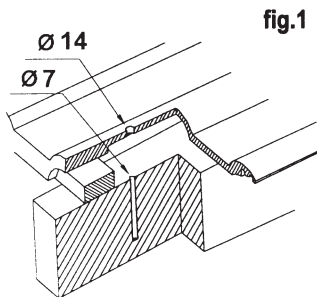

fig.1
- Accoppiare tubolari 1 con la vite a brugola 7 e i dadi esagonali di sicurezza 8 fig. 1.
3. Forare la tegola Ø 14 per la vite e la guarnizione (**Attenzione forare sempre nella parte alta della tegola fig. 1 e 2**). Per il tetto di calcestruzzo forare un foro Ø 14 nella copertura e inserire i tasselli nei fori (per il fissaggio si consiglia di usare dei tasselli ad espansione Ø 14), per tetto di legno forare Ø 7 **fig.1** nella trave. Attenzione! Fissare sempre alle travi e non al tavolato. Per ottenere una stabilità necessaria il foro deve avere al minimo 120 mm. Effettuare questo lavoro per tutti i punti di fissaggio.